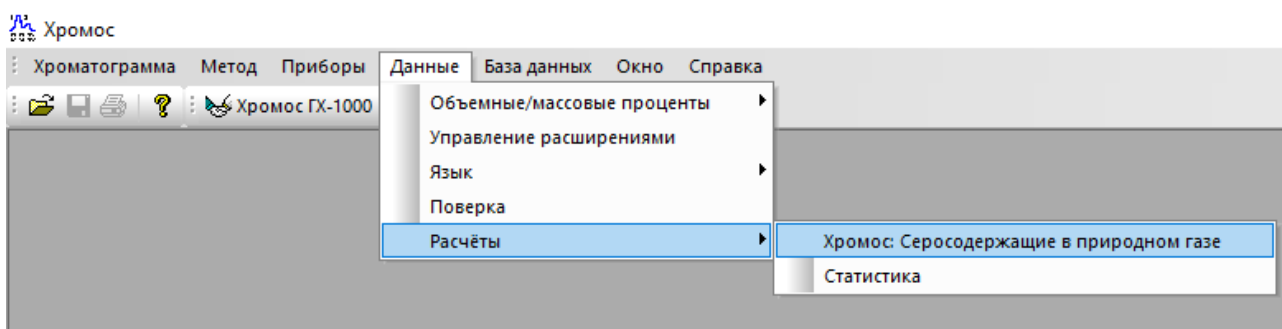

Рис. 2. Запуск дополнения в ПО «Хромос»
3. В меню *Данные* выберите **Расчёты** > **Хромос: Серосодержащие в природном газе**. Откроется окно программы (Рис. 2).